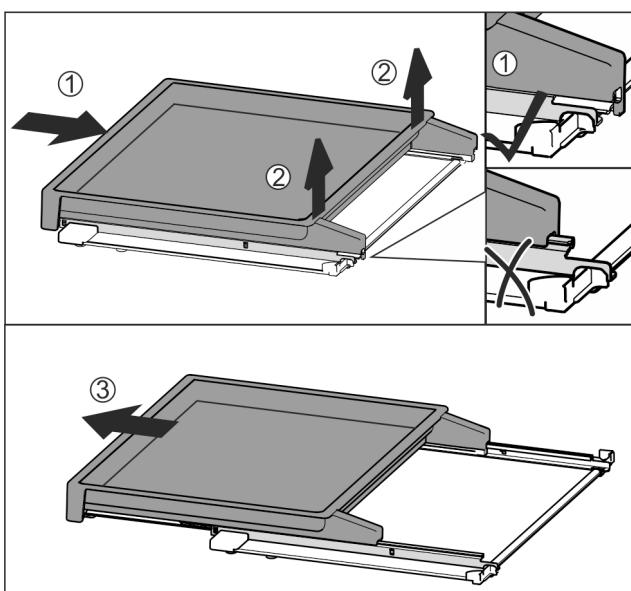

Fig. 133
- Izvlečno polico v celoti potisnite noter Fig. 133 (1).
- Sprostite zaskočni element na zadnji strani Fig. 133 (2).
- Izvlečno polico povlecite naprej in jo odstranite Fig. 133 (3).